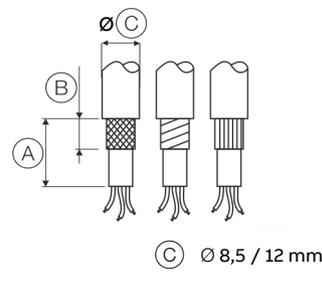

Figure 1: Isolation des câbles de raccordement
2. Isoler le câble conformément à **Figure 1**.